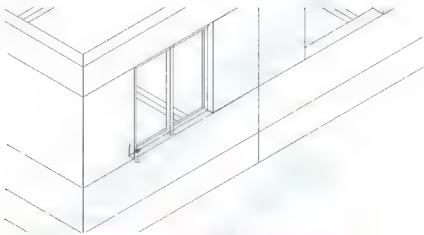

图 6.21 绘制出中间窗框 (消隐后图形)
- (1) 启动【多段线】命令。
- (2) 在指定起点：提示下，捕捉已绘制的上边框的中点作为多段线的起点。
- (3) 在指定下一个点或 [圆弧(A)/半宽(H)/长度(L)/放弃(U)/宽度(W)]: 提示下，输入“W”后按 Enter 键。
- (4) 在指定起点宽度<0.0000>: 提示下，输入“80”后按 Enter 键。
- (5) 在指定端点宽度 80.0000 : 提示下，按 Enter 键执行尖括号内的默认值“80.0000”。
- (6) 在指定下一点或 [圆弧(A)/闭合(C)/半宽(H)/长度(L)/放弃(U)/宽度(W)]: 提示下，捕捉已绘制的下边框的中点作为多段线的终点，然后按 Enter 键结束命令，结果如图 6.21 所示。
将当前层切换为【玻璃】图层，并打开图 6.21 所示的图形文件。